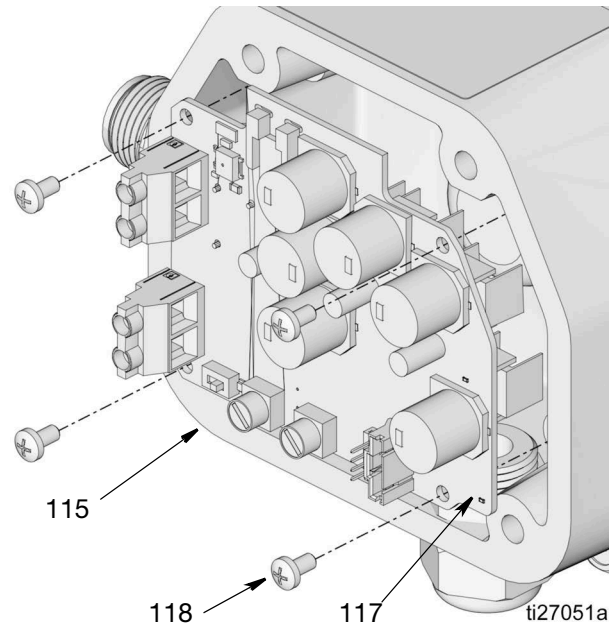

図 68
9. モーター制御ボード (117) をハウジング (115) に固定しているネジ (118) を取り外します (図 68)。